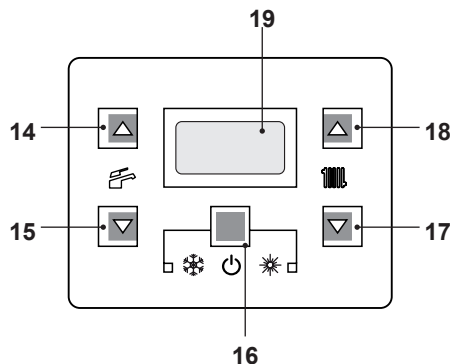
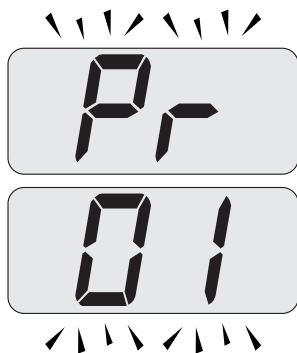
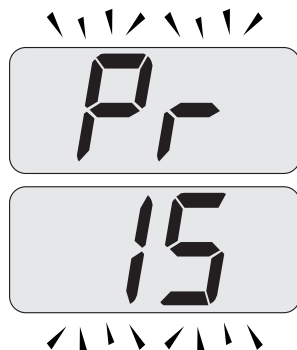

Figura 5.30
Figura 5.31
Figura 5.32
- Entrare in "modalità programmazione" premendo contemporaneamente per 10 secondi i tasti 16 - 17 - 18 (Figura 5.30) fino a far apparire sul display LCD le lettere **Pr** che si alternano con il codice **01**, indicanti l'entrata nel "parametro 01" (Figura 5.31).
- Scorrere i vari parametri utilizzando i tasti 17 o 18 fino a far apparire sul display LCD le lettere **Pr** che si alternano con il codice **15**, indicanti l'entrata nel "parametro 15" (Figura 5.32).
- Premere contemporaneamente i tasti 16 e 18 (Figura 5.30) fino a far apparire sul display LCD il valore del parametro 15 (Figura 5.33).
- Premendo il tasto 16 (Figura 5.30) si ottiene la conferma del valore inserito.
- Premendo contemporaneamente i tasti 16 e 17 (Figura 5.30) si esce senza modificare il valore (ritorno alla lista parametri Figura 5.32)
- Premendo contemporaneamente per 10 secondi i tasti 16 - 17 - 18 (Figura 5.30) si esce dalla "modalità programmazione".
Comunque se la temperatura ambiente non dovesse essere confortevole si può aumentare o diminuire la temperatura di mandata dell'impianto riscaldamento di $\pm 15^\circ\text{C}$ agendo sui tasti 17 (diminuzione) e 18 (aumento) (Figura 5.30).